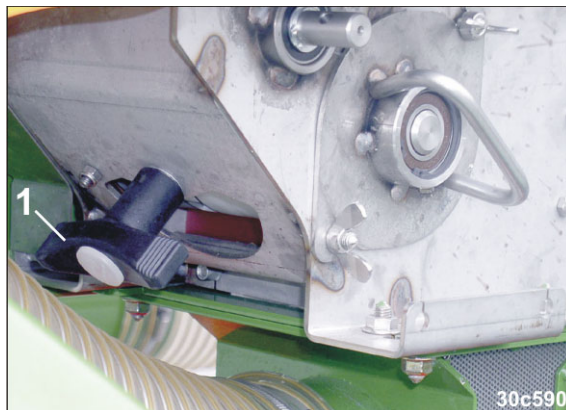

Fig. 265
2.1 Drej grebet (Fig. 265/1).
7. Luk tømmelemmen/tømmelemmene (Fig. 265/1).